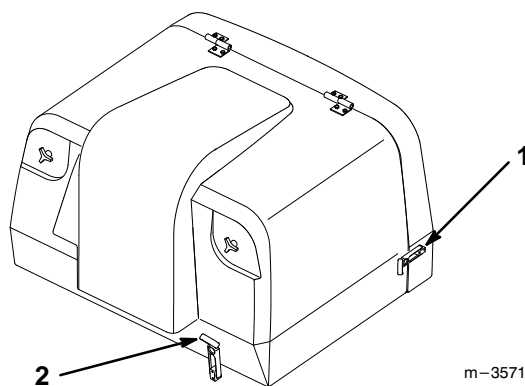

Abbildung 17
1. Zur Einstellung Splint und Bolzen aus dem Mäher-Hängebock entfernen (Abb. 17).
2. Das Loch im Mäher-Hängebock wählen, das der gewünschten Schnitthöhe entspricht. An den Griffen an der Seite und vorne hochheben, um die Löcher auszurichten, und den Bolzen einsetzen (Abb. 17).
3. Den Bolzen mit dem Splint sichern (Abb. 17).
3. Die Türverriegelungen hinten an den Seiten und die Graskorbverriegelung vorne links am Graskorb lösen (Abb. 17).
4. Den Graskorb vorne unten anheben und die Grasreste herauskippen (Abb. 17).
5. Den Graskorb herunterlassen und die Türverriegelungen hinten an den Seiten und die Graskorbverriegelung vorne links am Graskorb schließen (Abb. 17).